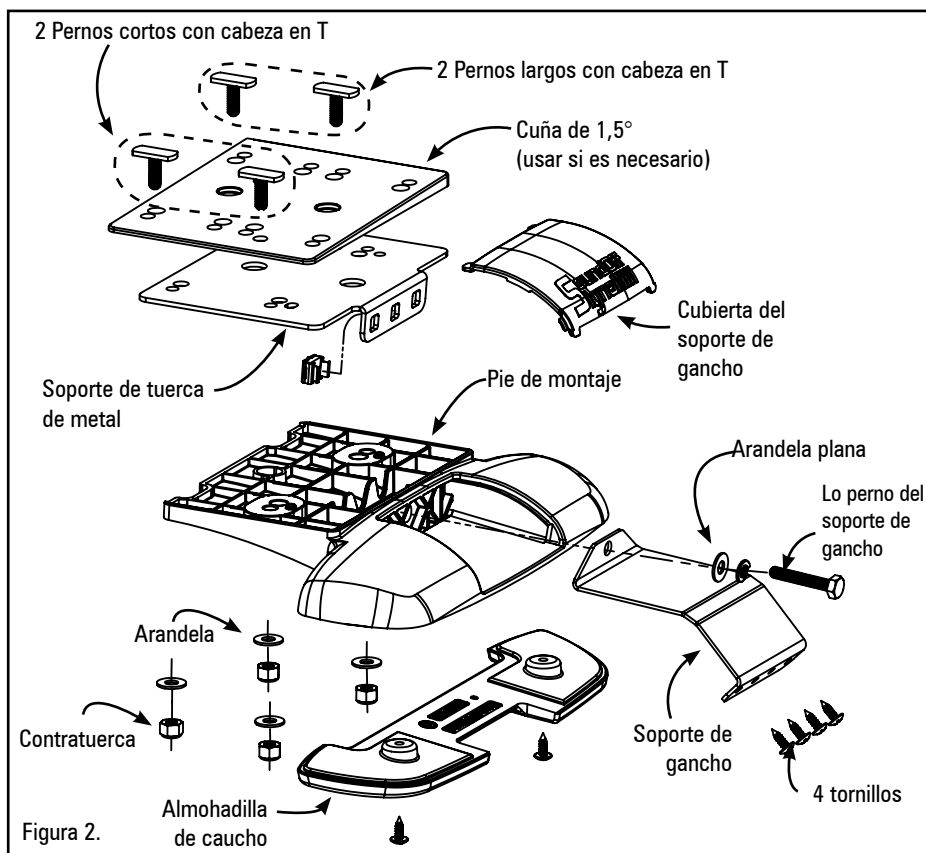

Figura 2.
4. Use la abrazadera plástica para sujetar el extremo de la funda opuesta a la barra de luces, como se muestra en la Figura 2.
Montaje rápido (Figura 2)